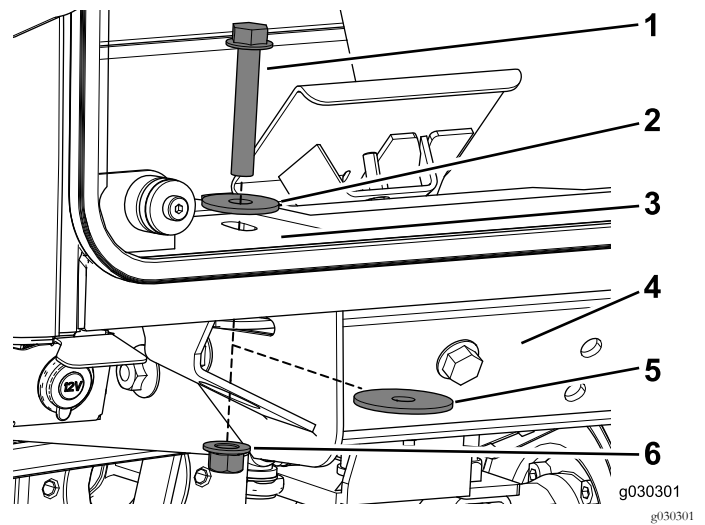

Bild 20
7. Befestigen Sie die Kabine mit einer Schraube ($\frac{1}{2}$ " x 3"), einer Druckscheibe, einer großen Scheibe und einer Sicherungsmutter an den vorderen Befestigungen an der Maschine (Bild 20).